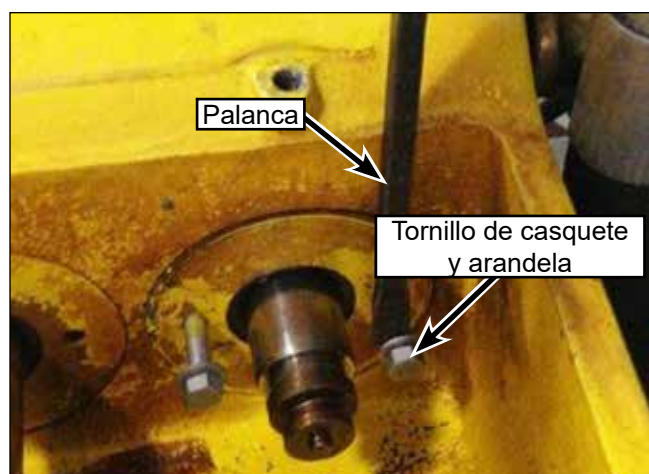

Figura 102: Extracción de la placa de sello.
11. Instale dos tornillos de casquete 13 UNC de 1/2" (Figura 102) en la placa de sello.